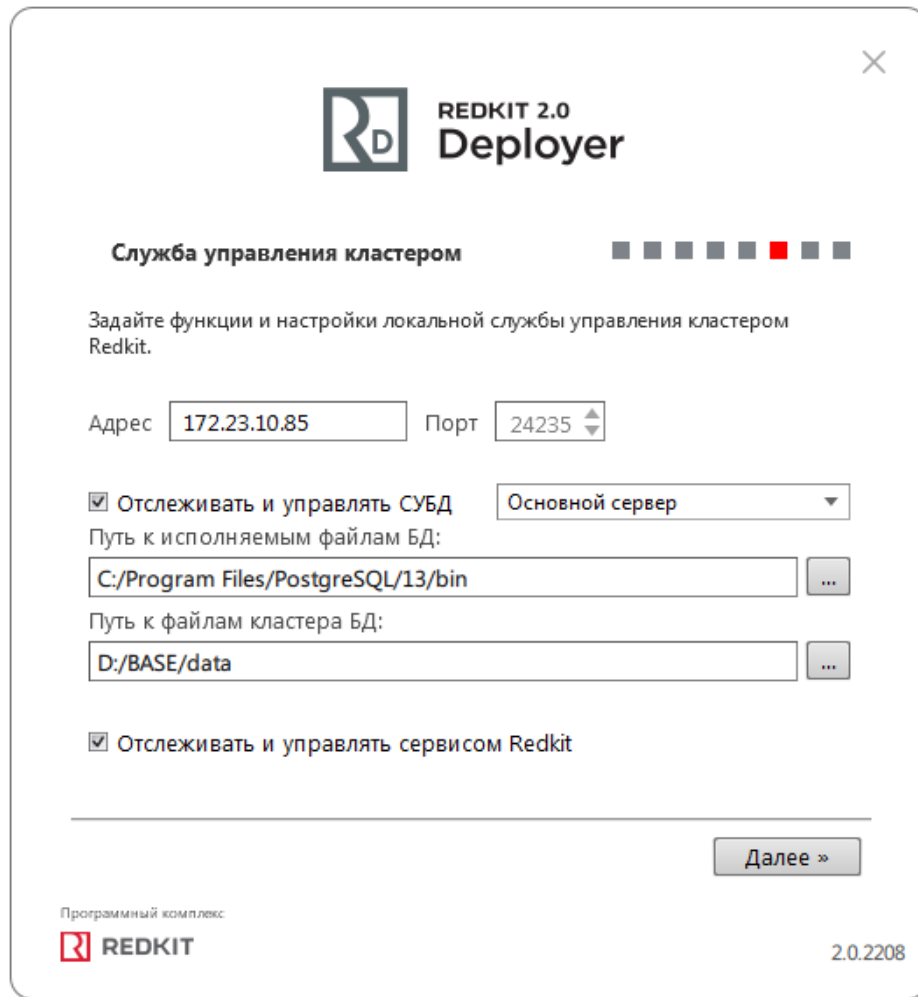

Рисунок 48 - Служба управления кластером
15. Укажите настройки службы управления кластером Redkit согласно Таблице 9 и нажмите **Далее** (Рисунок 48).